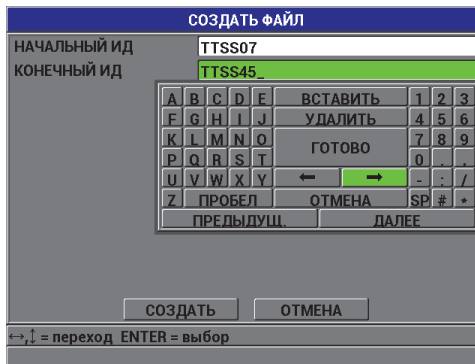

Рис. 7-4 Выбор диапазона ИД для последовательного типа файла
6. На второй странице экрана **СОЗДАТЬ ФАЙЛ** (см. Рис. 7-4 на стр. 122) введите значения **НАЧАЛЬНОГО ИД**а и **КОНЕЧНОГО ИД**а.